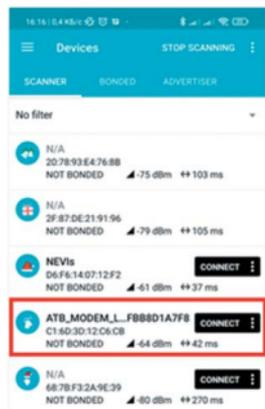

Рисунок 7 – Список устройств в приложении «nRF Connect»
- 2) открыть «nRF Connect», зайти во вкладку «Scanner», найти в списке нужный модем и нажать на нем кнопку «Connect» (см. рисунок 7);